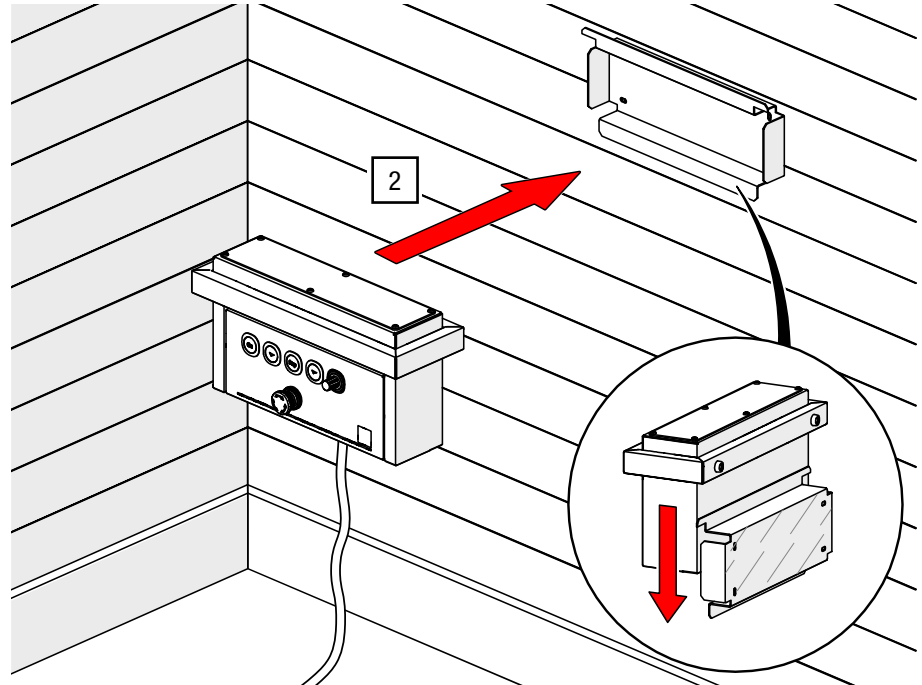

Abb. 27: 2. Bedienstelle aufhängen
2. Hängen Sie die 2. Bedienstelle von oben auf das Montageblech. Achten Sie auf einen festen Sitz (siehe Abb. 27).